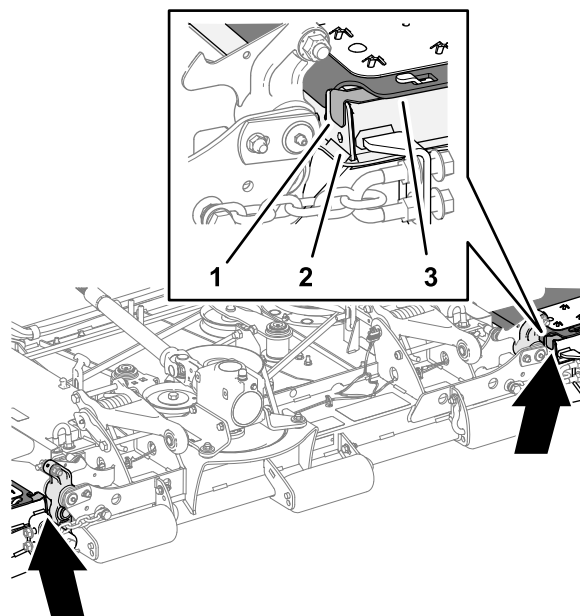

Figura 33
1. Instale os calços da plataforma na parte frontal da plataforma como se mostra na Figura 33.